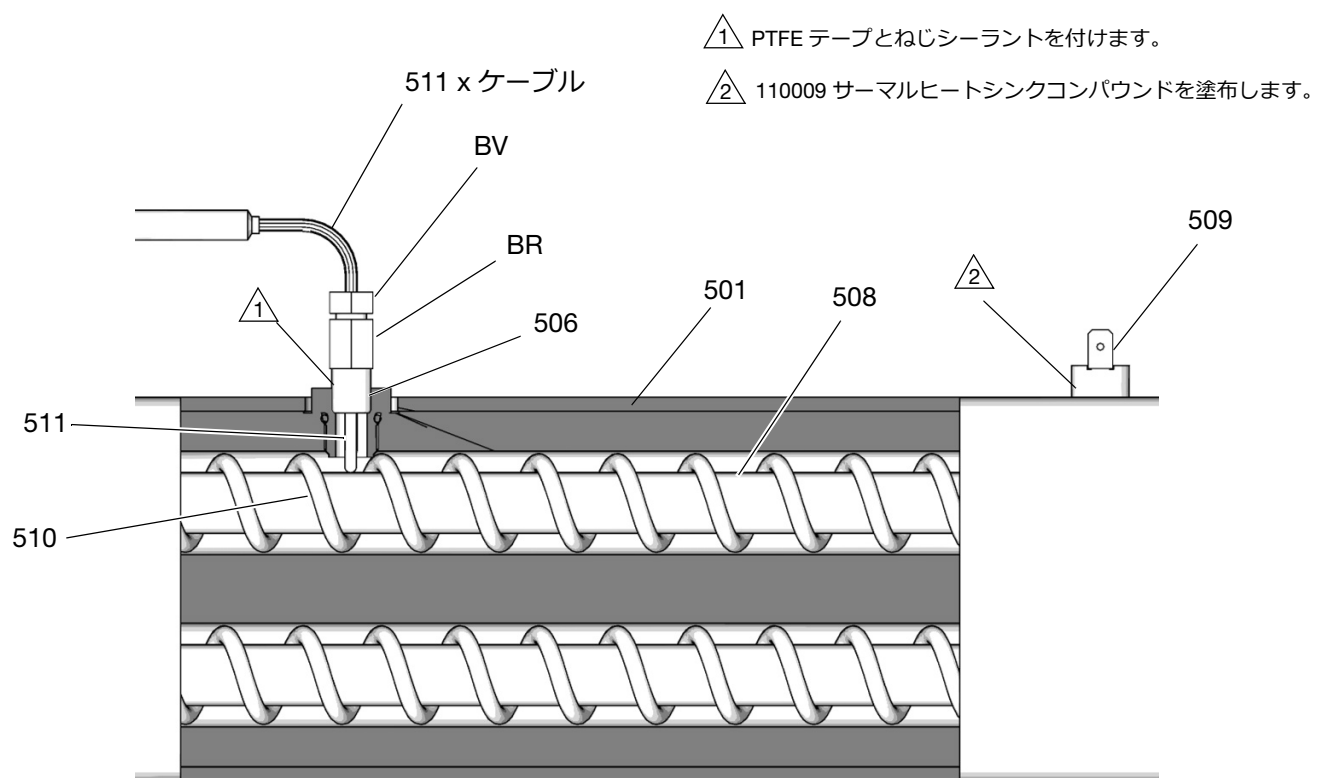

図 69: 熱電対
6. 熱電対ケーブルを電気エンクロージャー (C) から取り出します。ワイヤは同じように配線する必要があることに注意してください。
7. 図 69 を参照してください。フェルルナット (BV) を緩めます。熱電対 (511) をヒーターハウジング (501) から取り外し、次に熱電対ハウジング (BR) を取り外します。ミキサー (510) を取り外す必要がない限り、電熱対アダプタ (506) は外さないでください。アダプタを外すが必要な場合には、外すとき、ミキサー (510) が途中まで出ていることを確認してください。
8. 熱電対を交換します。図 69 を参照してください。
- a. 熱電対 (511) チップから保護テープを外します。
- b. PTFE テープとネジシーラントを雄ネジに適用し、熱電対ハウジング (BR) をアダプタ (506) に締め付けます。
- c. チップがヒーターエレメント (508) に接触するように、熱電対 (511) を押し込みます。
- d. 熱電対 (511) とヒーターエレメントの位置を保ったまま、フェルルナット (BV) を締め付けた後、さらに 1/4 回転締めます。
9. 熱電対の配線を電気エンクロージャー (C) に差し込み、前と同様に束にして通します。基板に配線を再接続します。
11. ヒーター A および B を同時にオンにし、テストします。温度上昇は同じ速度になっている必要があります。一方のヒーター温度が低い場合は、フェルルナット (BV) をゆるめ、熱電対 (511) の先端がエレメント (508) に接触するように熱電対ハウジング (BR) を締めます。